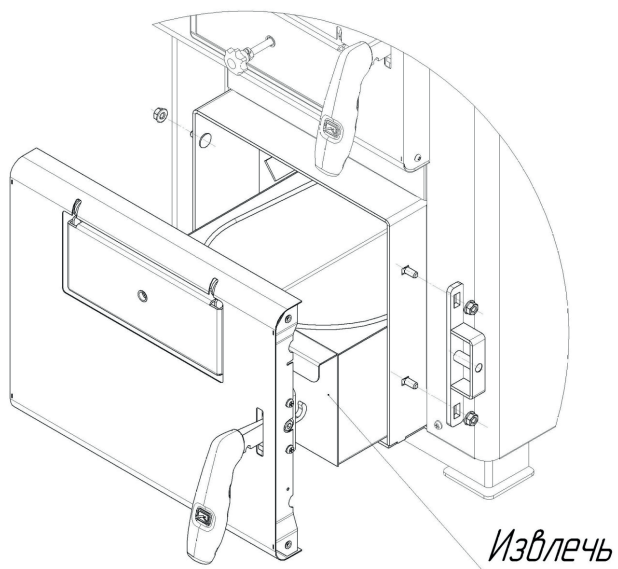

Рисунок 3
2. Выкрутить гайки крепления кронштейна двери и петли запорного механизма ручки и демонтировать их. Также необходимо извлечь ящик зольника. Рис. 3